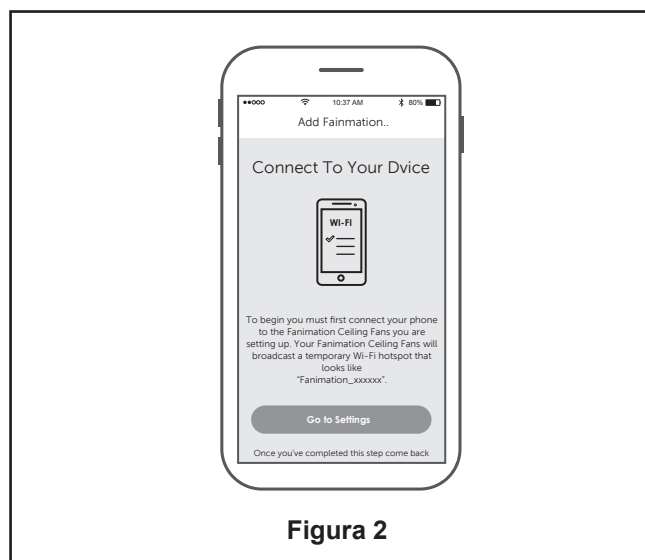

Figura 2
- ☐ 2. En este paso, el receptor Wifi de su ventilador de techo debe estar instalado y dentro del rango de su router Wifi. Con la App abierta, seleccione “añadir dispositivo”. (Figura 2)